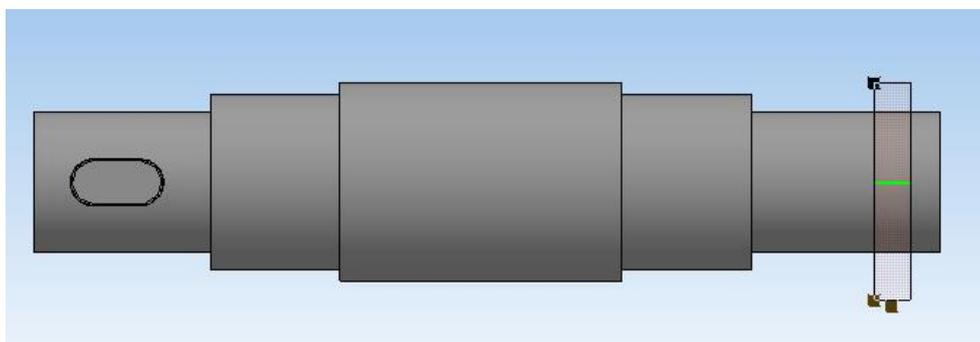

Рисунок 78.
10. Выберите команду **Вырезать выдавливанием**. Задайте параметры выреза – **Два направления**, задать **Расстояние 1 и 2 –Через все**. Получаем сквозное отверстие (рисунок 78). (Обратите внимание, отверстие должно находиться не на одной плоскости со шпоночным пазом).